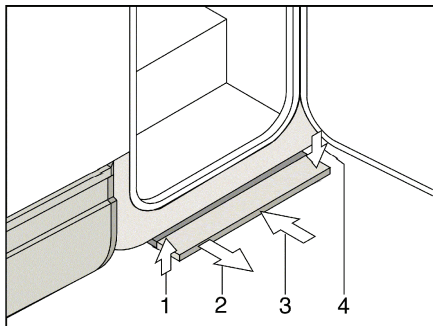

Fig. 3 Marchepied à commande mécanique
- Tirer la marchepied vers l'avant (Fig. 3,2), jusqu'à ce qu'elle s'enclenche.
- Soulever légèrement le marchepied (Fig. 3,1).
- Pousser le marchepied jusqu'à la butée sous le plancher du véhicule (Fig. 3,3) Veillez à ce que le marchepied s'enclenche (Fig. 3,4).